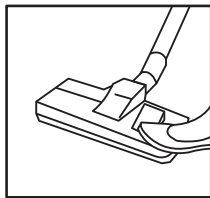

Рис. 1
При использовании щётки (1), установите переключатель (2) в необходимое положение «пол/ковёр» (рис.1).